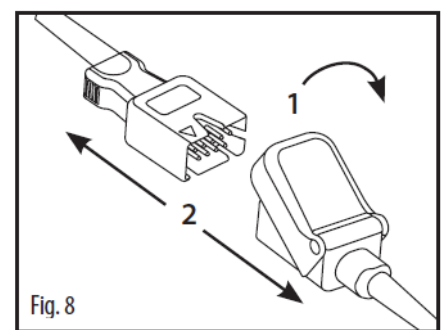

Fig. 29 Déconnexion du capteur LNCS du câble patient LNC
Voir fig. 8 dans Fig. 29 : Soulevez le couvercle de protection pour accéder au connecteur du capteur (1). Tirez fermement sur le connecteur du capteur pour le retirer du câble patient (2).